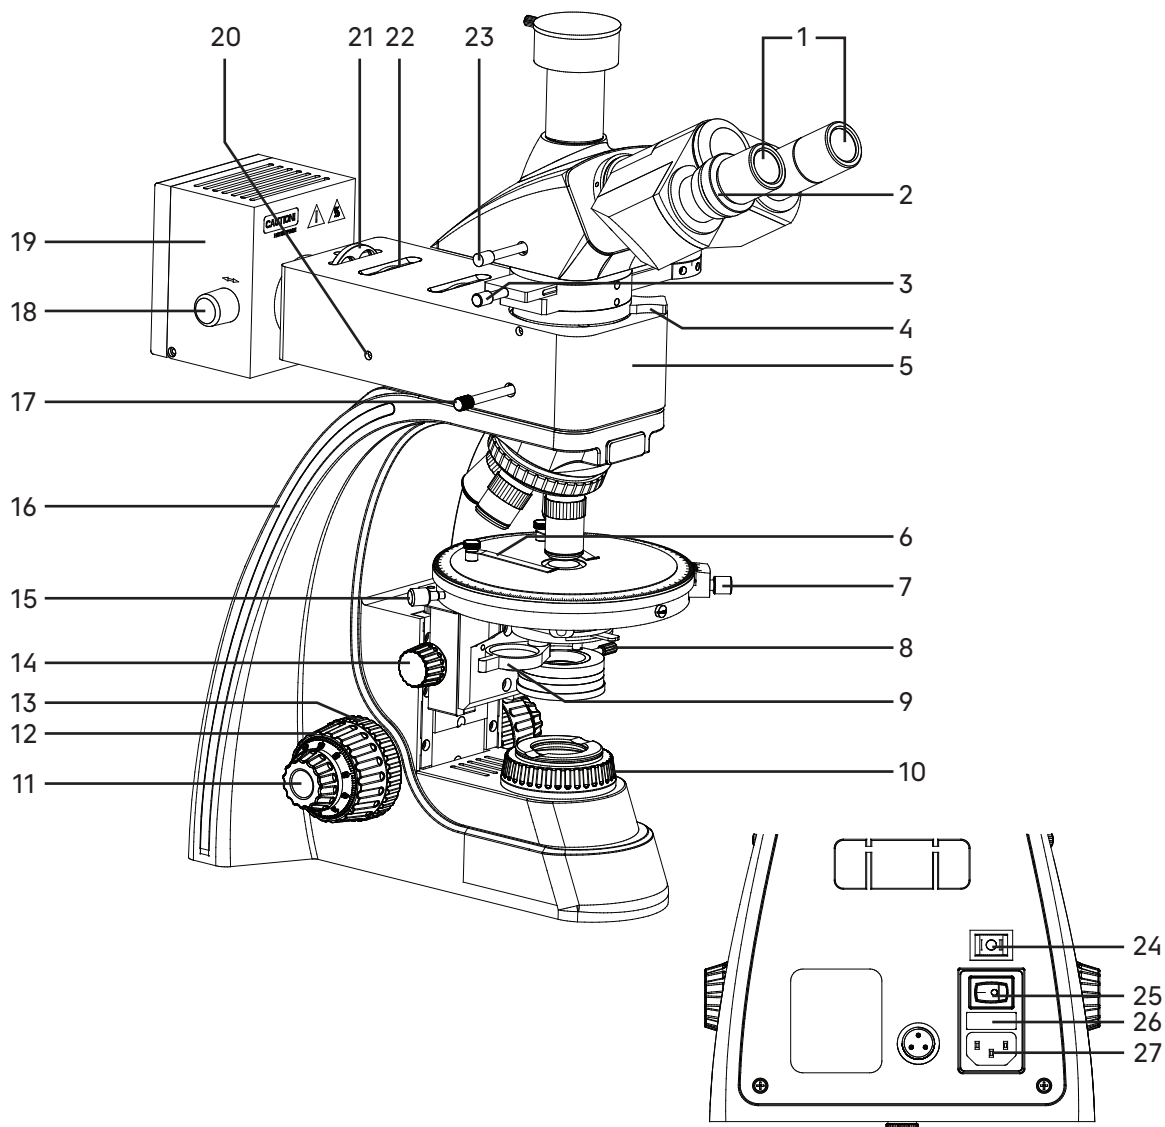
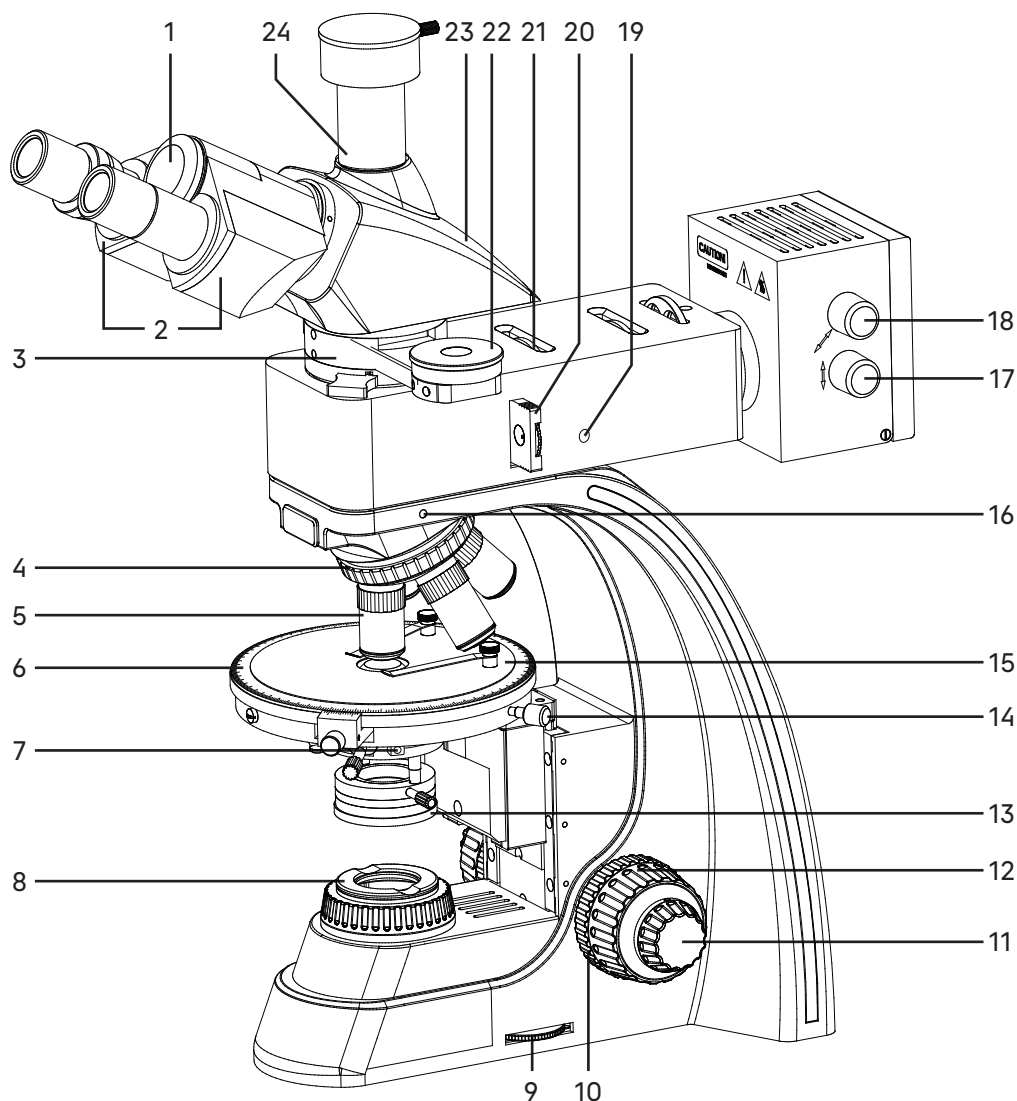

Рис. 1. Микроскоп MAGUS Pol 850. Вид слева
Рис. 2. Микроскоп MAGUS Pol 850. Вид справа
Общий вид микроскопа представлен на рис. 1 и 2.
Штатив 16 (рис. 1) имеет устойчивую эргономичную конструкцию.
- револьвер 4 (рис.2) с объективами 5 (рис. 2);
- предметный столик 15 (рис. 2);
- кронштейн конденсора (не показан на рис. 1 и 2);
- коллектор в оправе 10 (рис. 1).
На задней стенке штатива расположены выключатель питания 25 (рис. 1), переключатель осветителя проходящего/отраженного света 24 (рис. 1), держатель предохранителя 26 (рис. 1) и разъем для сетевого шнура 27 (рис. 1), посредством которого микроскоп подключается к сети переменного тока.
На правой стенке штатива расположен диск регулировки яркости 9 (рис. 2).
Фокусировка на объект осуществляется перемещением по высоте предметного столика. Грубая фокусировка производится вращением коаксиальных рукояток 12 (рис. 1, 2), расположенных по обеим сторонам штатива.
Тонкая фокусировка производится вращением рукояток 11 (рис. 1, 2), расположенных по обеим сторонам штатива. Тонкая фокусировка требуется для более точного фокусирования на объект и для подфокусировки микроскопа на резкость изображения при смене объективов и препаратов. Цена деления тонкой фокусировки – 2 мкм.
Механизм регулировки жесткости хода грубой фокусировки 10 (рис. 2) – кольцо между штативом и рукояткой грубой фокусировки с правой стороны. С помощью кольца регулируется жесткость хода грубой фокусировки так, чтобы жесткость была комфортной для пользователя, но при этом револьвер с объективами не опускался самопроизвольно во время работы.
Механизм блокировки грубой фокусировки 13 (рис. 1) расположен с левой стороны. После завершения грубой фокусировки рекомендуется перевести рычаг в крайнее положение в направлении по часовой стрелке. Таким образом закрепится положение грубой фокусировки для быстрой рефокусировки после смены препарата.
Тринокулярная визуальная насадка 23 (рис. 2) обеспечивает визуальное наблюдение изображения объекта.
Изменение межзрачкового расстояния в насадке осуществляется разворотом окулярных тубусов в пределах 48–75 мм. Значение расстояния, установленного в соответствии с глазной базой наблюдателя, отсчитывается по шкале на насадке 1 (рис. 2).
В вертикальный тубус 24 (рис. 2) корпуса визуальной насадки (канал визуализации) с помощью переходника C-mount устанавливается система визуализации с монитором. Переключение светового потока на вертикальный тубус производится рукояткой 23 (рис. 1). Рукоятка имеет два положения: 100/0 и 0/100.
В комплект микроскопа входят окуляры 1 (рис. 1) и окуляр с перекрестьем. Окуляры имеют высокое положение выходного зрачка и предназначены для работы как в очках, так и без них.
Револьверное устройство 4 (рис. 2) обеспечивает установку пяти объективов. Свободное отверстие служит для настройки положения лампы осветителя отраженного света и установки дополнительного объектива. Смена объективов производится вращением револьверного устройства за рифленую поверхность до фиксированного положения.
На корпусе осветителя находится рычаг переключения поляризации проходящего и отраженного света 17 (рис. 1). В положении «R» просмотр осуществляется в отраженном свете, в положении «Т» – в проходящем свете.
Апертурная и полевая диафрагмы осветительного устройства микроскопа, объединенные в оптическую систему, предназначены для улучшения качества изображения объекта. Настройки диафрагм должны основываться на оптических характеристиках объектива и требуемой контрастности. Апертурную и полевую диафрагмы не следует рассматривать как устройство регулировки яркости изображения. Регулировка яркости должна осуществляться посредством регулировки интенсивности освещения – при помощи рукоятки регулировки яркости галогенной лампы 9 (рис. 2).